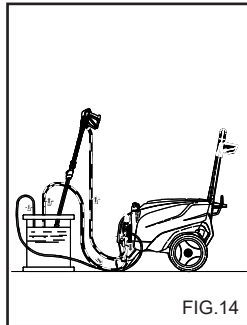

FIG. 14
**WERKWIJZE VOOR DE ANTI-VRIES (Fig. 14)**